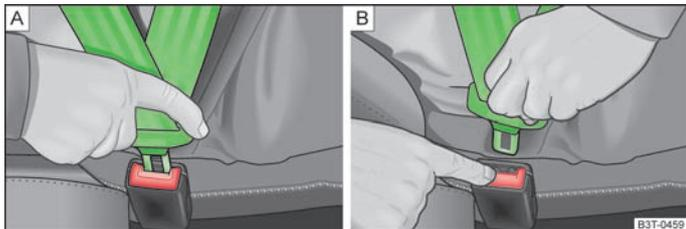

Fig. 138 Colocar / retirar o cinto de segurança
- ▶ Insira a lingueta de fecho na caixa de travamento do cinto pertencente a esse banco » [Fig. 138 - \[A\]](#), até a mesma encaixar audivelmente.
- ▶ Pressione o botão vermelho na caixa de travamento do cinto » [Fig. 138 - \[B\]](#), a lingueta de fecho salta.